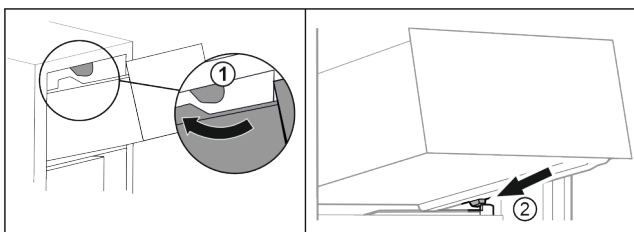

Fig. 65
- ▶ Predal speljite okrog zgornjih zaustavljalnikov. Fig. 65 (1)
- ▶ Predal postavite v poševnem položaju za spodnjimi zaustavljalniki na nastavek za posodo. Fig. 65 (2)